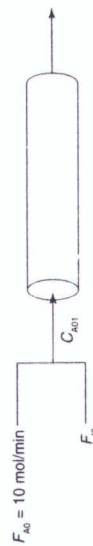

Figura P11-5_B PFR adiabático com inertes.
- e é conduzida adiabaticamente em um PFR de 500 dm^3 . A espécie A é alimentada ao reator a uma vazão de 10 mol/min e à pressão de 2 atm . Uma corrente inerte também é alimentada ao reator a 2 atm , como mostrado na Figura P11-5_B. A temperatura de entrada de ambas as correntes é de 1100 K .